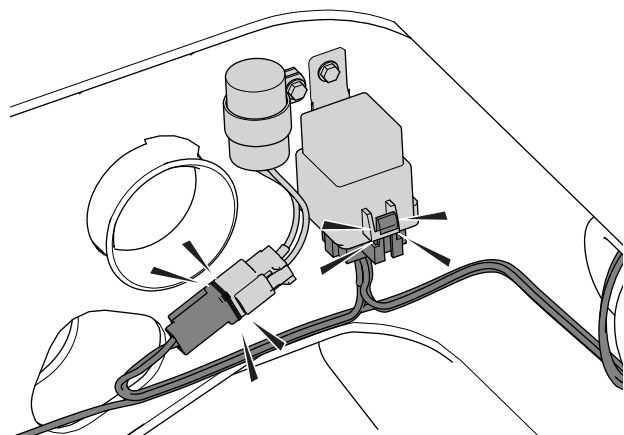

図 6
4. ワイヤハーネスをタイマーモジュールとリレーに接続する 図 6。